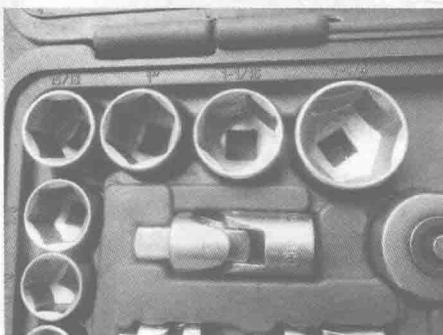
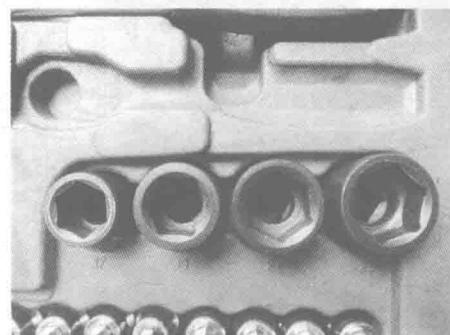
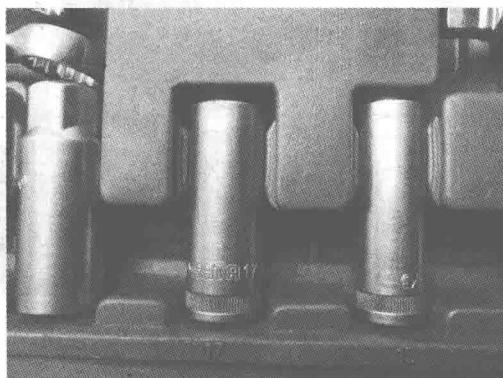

图1-1-3 薄壁浅腔套筒
图1-1-4 厚壁浅腔套筒
图 1-1-5 深腔套筒
- 1) 应尽量用浅腔套筒(图1-1-3、图1-1-4)，少用深腔套筒(图1-1-5)，因为深腔套筒容易使紧固螺栓、螺母滑扣；薄壁套筒不能作为冲击套筒使用。